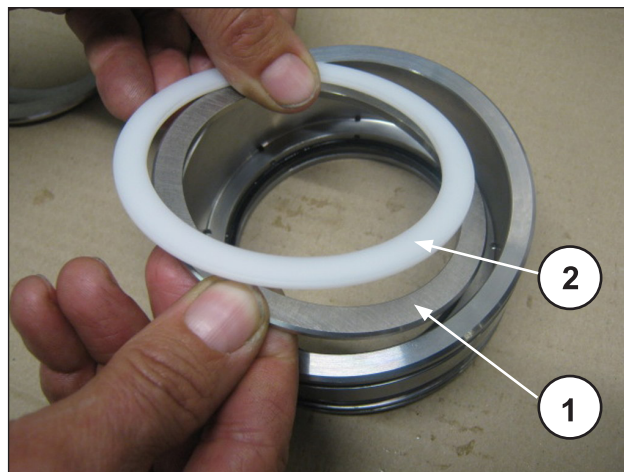
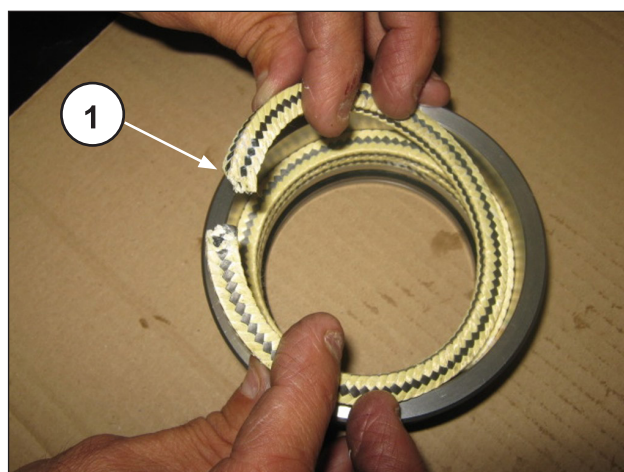

Рис. 250
Рис. 251
Установите опорное кольцо, кольцо противовыдавливания (поз. ①⓪, Рис. 250) и три набивки таким образом, чтобы разрезы находились друг от друга под углом 120° (поз. ①, Рис. 251); установите маслосъемное кольцо набивок и кольцо для пружины (поз. ①⓪, Рис. 252).